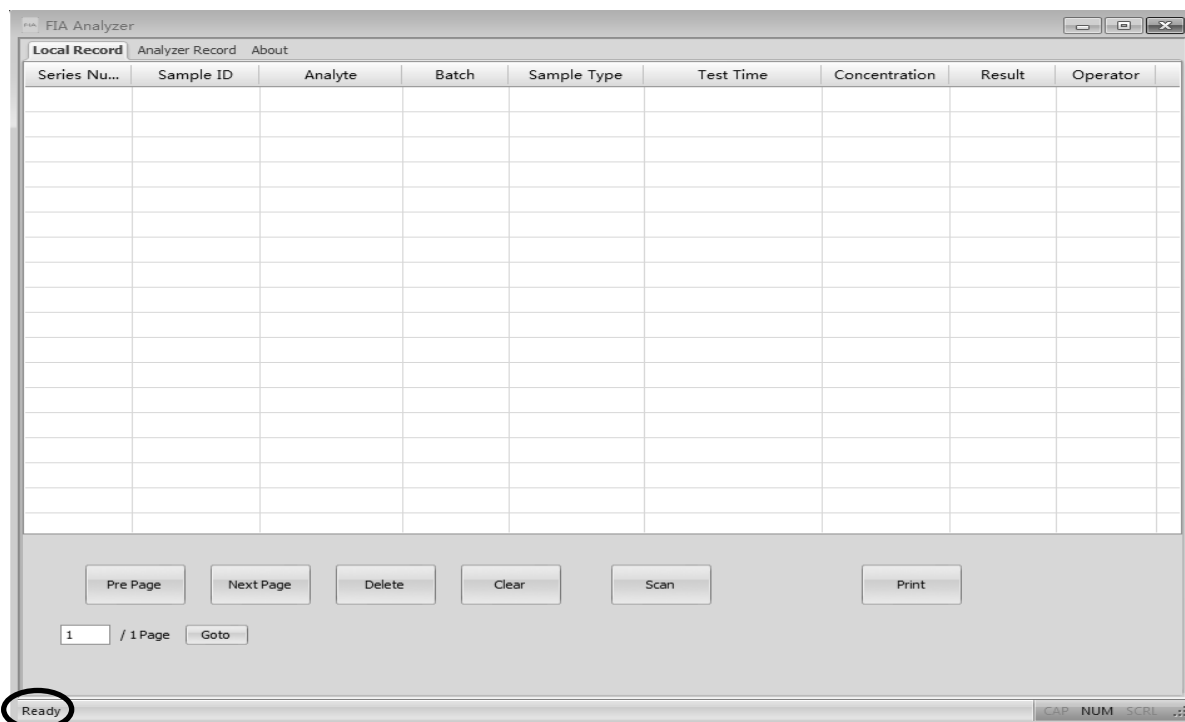

Fig. 40
3. Double-cliquer sur l'icône  sur l'écran de bureau pour ouvrir la page d'accueil du logiciel (voir Fig. 40).